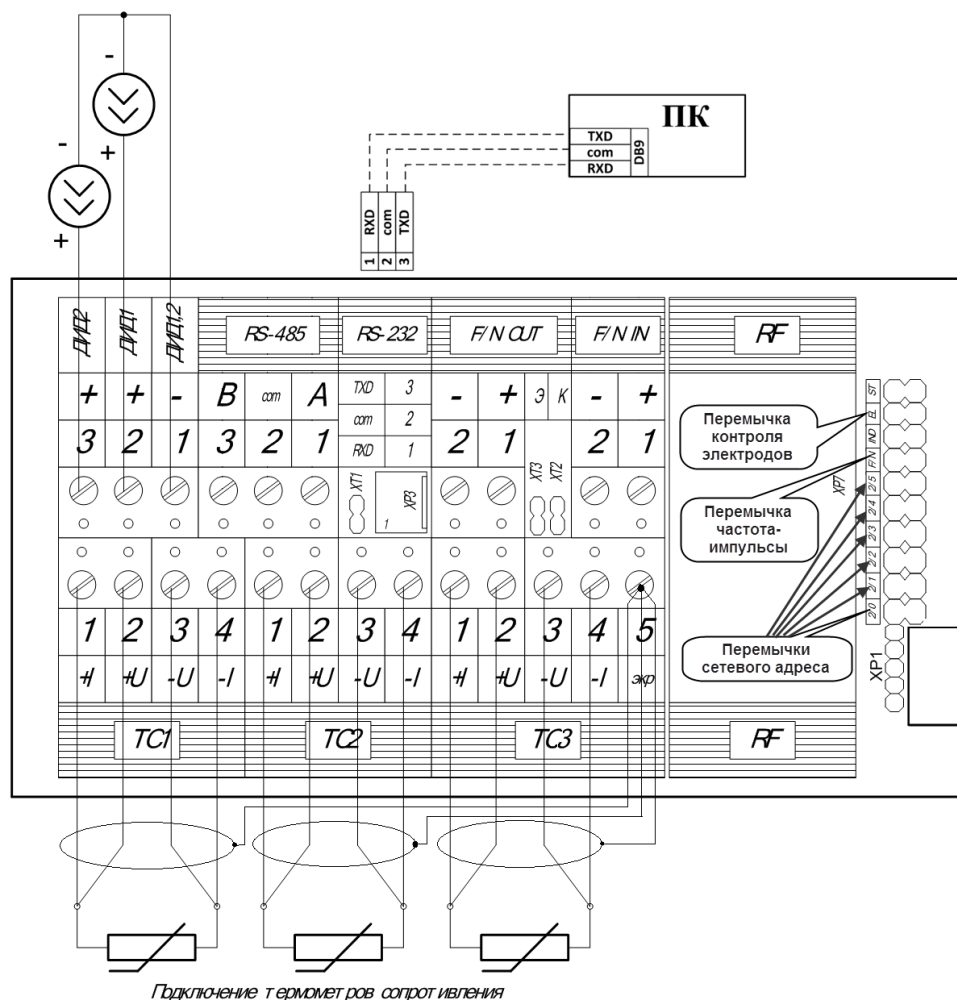

Рисунок 8.12 Схема подключения расходомера РСМ-05.05(ТЭСМАРТ-П), РСМ-05.05(ТЭСМАРТ-ПА).
8.7.3 При считывании данных по интерфейсу RS-485 для подключения расходомера к ПК дополнительно требуется конвертер, преобразующий сигналы интерфейса RS-232C в RS-485 и обратно. Рекомендуемый конвертер – I-7520 с автоматически подстраиваемой скоростью и форматом. Для организации сети расходомеров на базе последовательного интерфейса RS-485 необходимо каждому прибору присвоить уникальный сетевой адрес с помощью установки перемычек, задающих сетевой адрес в двоичном виде (см. рис. 8.12).
8.8.2 Проверить правильность монтажа электрических цепей в соответствии с электрической схемой подключения, приведенной на рис. 8.12.
8.9.2 Конфигурация выходных каскадов (см. рисунок 8.12), выбирается посредством установки/снятия джамперов на плате коммутации (таблица 8.2):
8.10.1 Для расходомеров установка сетевого адреса расходомера осуществляется путём установки/снятия джамперов **0, 1, 2, 3, 4, 5** на **плате коммутации** (поле **XP7**, см. рисунок 8.12). «**ON**» соответствует установленному джамперу, «**OFF**» соответствует снятому джамперу.